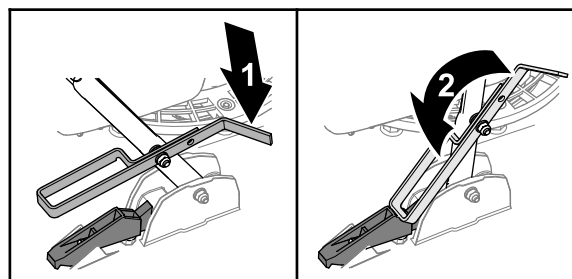

Figura 25
- Para libertar a pega, levante a pega e rode o batente para a frente (Figura 25).